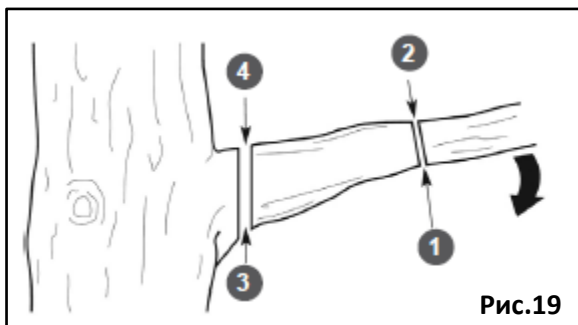

Рис.19
- При спиливании веток диаметром более 10 см, рекомендуется сначала отпилить основную часть ветки (резы 1 и 2) (Рис. 19). Затем отпилить оставшуюся часть ветки (резы 3 и 4) (Рис. 19). Расстояние между резами 1-2 и 3-4 на Рис. 19 примерно равно 25 см.